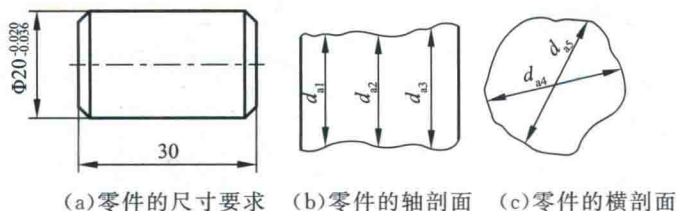

图 1-1 几何形状误差
(1)尺寸误差。是指零件在加工后实际尺寸与理想尺寸之间的差值。零件的尺寸要求如图 1-1(a)所示,但经过加工,它的 $d_{a1}, d_{a2}, d_{a3}, d_{a4}, d_{a5}$ 的实际尺寸各有不同,有的在极限尺寸范围内,个别的则超出了极限尺寸,即为尺寸误差。
(2)几何形状误差。由于机床、刀具的几何形状误差及其相对运动的不协调,使光滑圆柱的表面在加工中产生了误差。如图 1-1(b)所示,产生了素线的不直(d_{a1}, d_{a2}, d_{a3} 的直径尺寸大小不一),即为直线度误差;因为光滑圆柱的横截面理论上都是理想的几何圆,而加工后实际形状变成一个误差圆,如图 1-1(c)所示(d_{a4}, d_{a5} 的横剖面尺寸不同),出现了圆度误差。以上统称为几何形状误差。